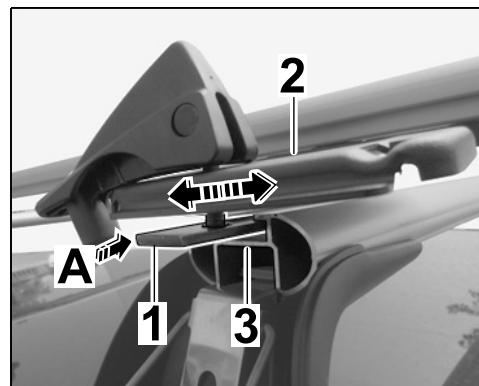

Figura 22
- 5.4 Introducir el perno en T de la placa de sujeción trasera en la ranura del soporte para sistema de transporte de techo ( $\Rightarrow$  Figura 22-A-).
Si fuera necesario, empujar la placa de sujeción trasera del soporte para bicicletas de carreras hacia delante o atrás ( $\Rightarrow$  Figura 22-flechas-).